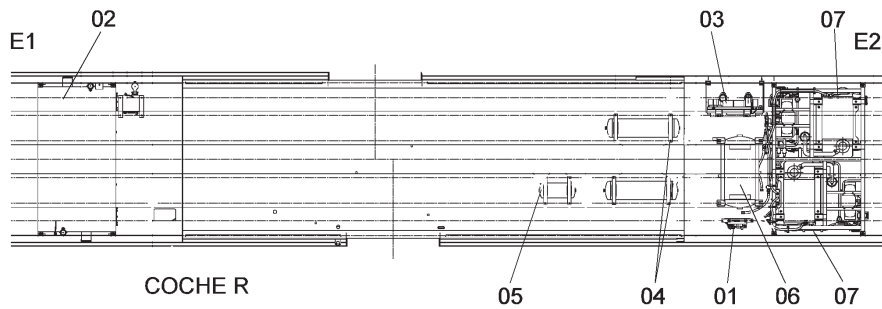

Figura 2-19. Coche Remolque
2.5.2 Coche Remolque (figura 2-19)